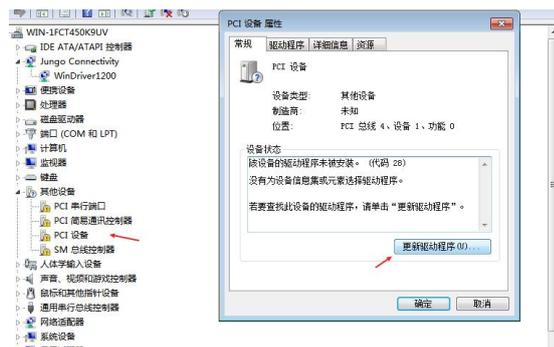

图 5-5 更新驱动
2. 启动 PC 机，鼠标右键单击“计算机”—>选择管理(G)”—>选择“设备管理器”，在“设备管理器”中是否找得到带有黄色感叹号的“PCI 设备”选项。如图 5-5 所示：
4. 鼠标右键单击“计算机”→选择“管理”→选择“设备管理器”，在“设备管理器”中找到带有黄色感叹号的“PCI 设备”选项，右键单击此选项，选择“更新驱动程序软件(u)……”，如图 5-5 所示：